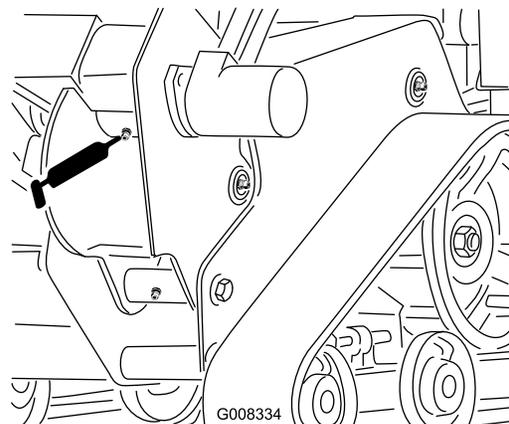

Рисунок 27
3. Ветошью очистите масленку на корпусе траншеекопателя и подсоедините к ней смазочный шприц (Рисунок 27).